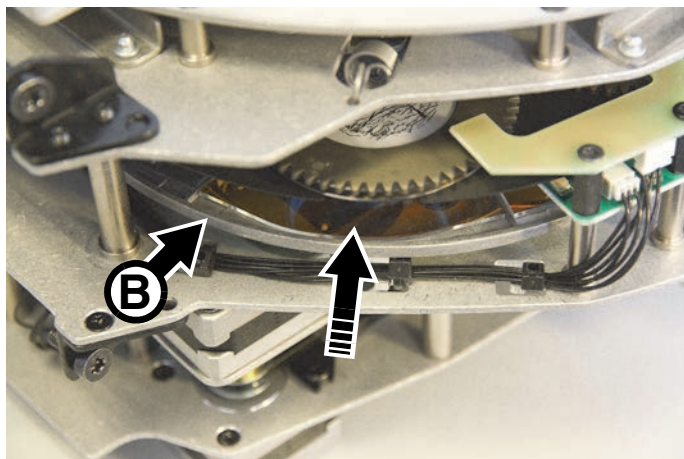

Bild 21: Montieren eines Farbfilters
6. Siehe Bild 21. Schieben Sie den Farbfilter in den Halter **C** im Zentrum des Farbrades. Die obere Kante des Farbfilters muss unter der Kante des Farbrades liegen, damit der Farbfilter sicher gehalten wird.